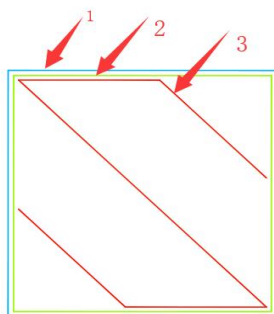

图 7
(2) 外壳速度（单位 mm/s）：即模型外壳（眼睛可以看到的模型侧面，也叫外壁）的打印速度（图 7 中 1 号轨迹的打印速度）。**速度越慢，模型打印效果越好。建议速度为：10-40mm/s**
(3) 内壳速度（单位 mm/s）：即模型内壳（也叫内壁，是模型的内部构造，打印完成后眼睛不可见）的打印速度（图 7 中 2 号轨迹的打印速度）。**速度越慢，模型打印效果越好。建议速度为：10-45mm/s**
(4) 填充速度（单位 mm/s）：即打印模型内部填充的速度（图 7 中 3 号轨迹的打印速度）；**10-80mm/s**